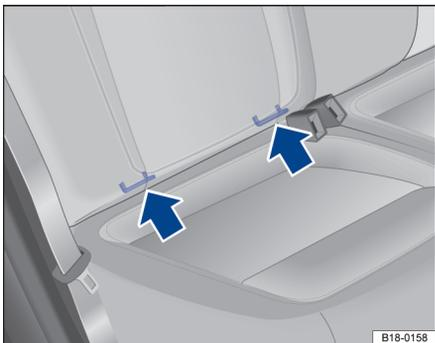

图 89 汽车座椅上的儿童座椅下部固定点标记
- 按上图箭头所示将儿童座椅压到 ISOFIX 固定环上⇒图 89，直至听到儿童座椅的啮合声。
后排外侧座椅配有两个 ISOFIX 固定环，与车身相连⇒图 89。